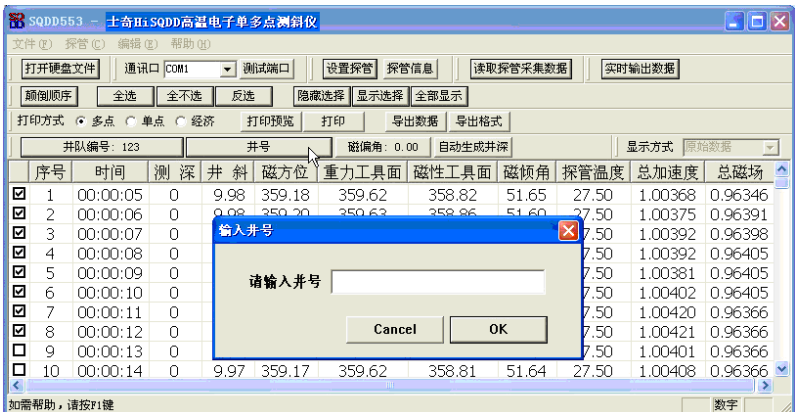

图 17
7. 单击井号按钮，即刻显示请输入井号提示。直接输入井号，点击 **OK** 按钮即可确认。屏幕显示如图 17 所示。